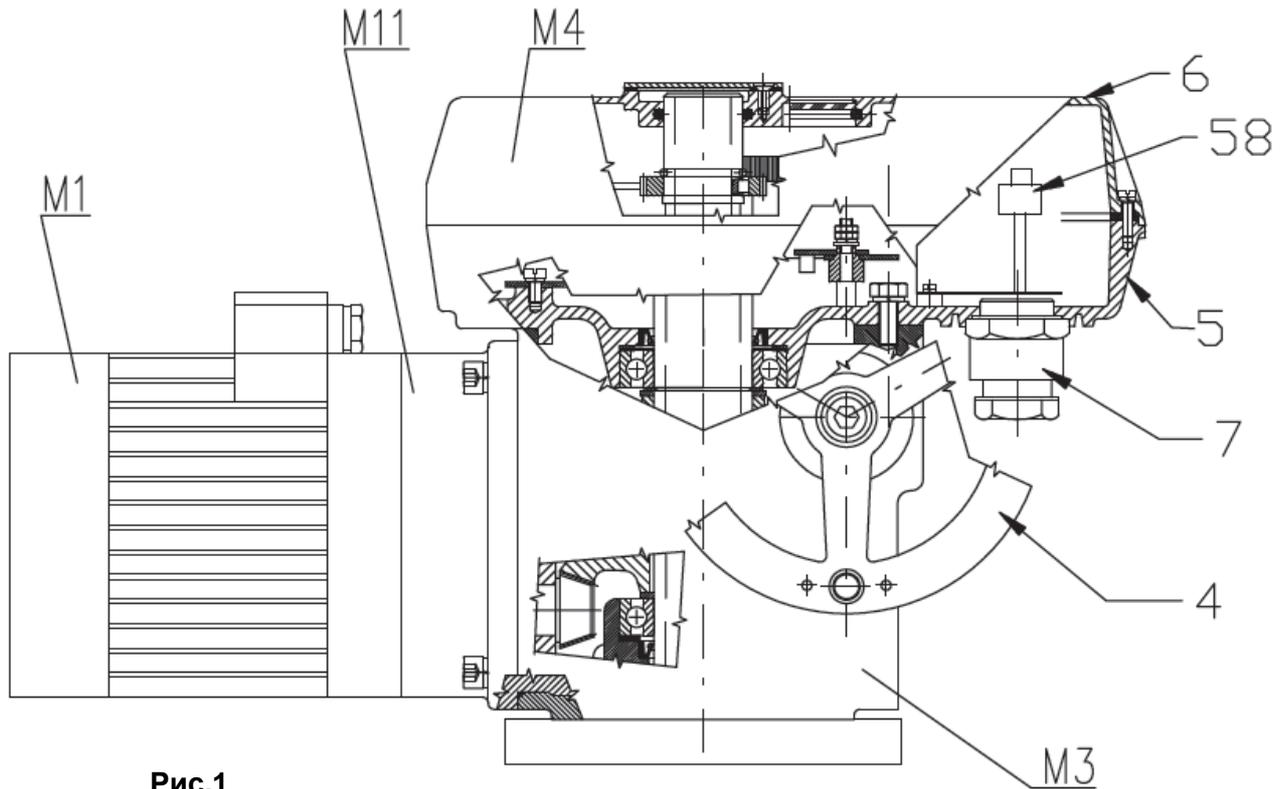
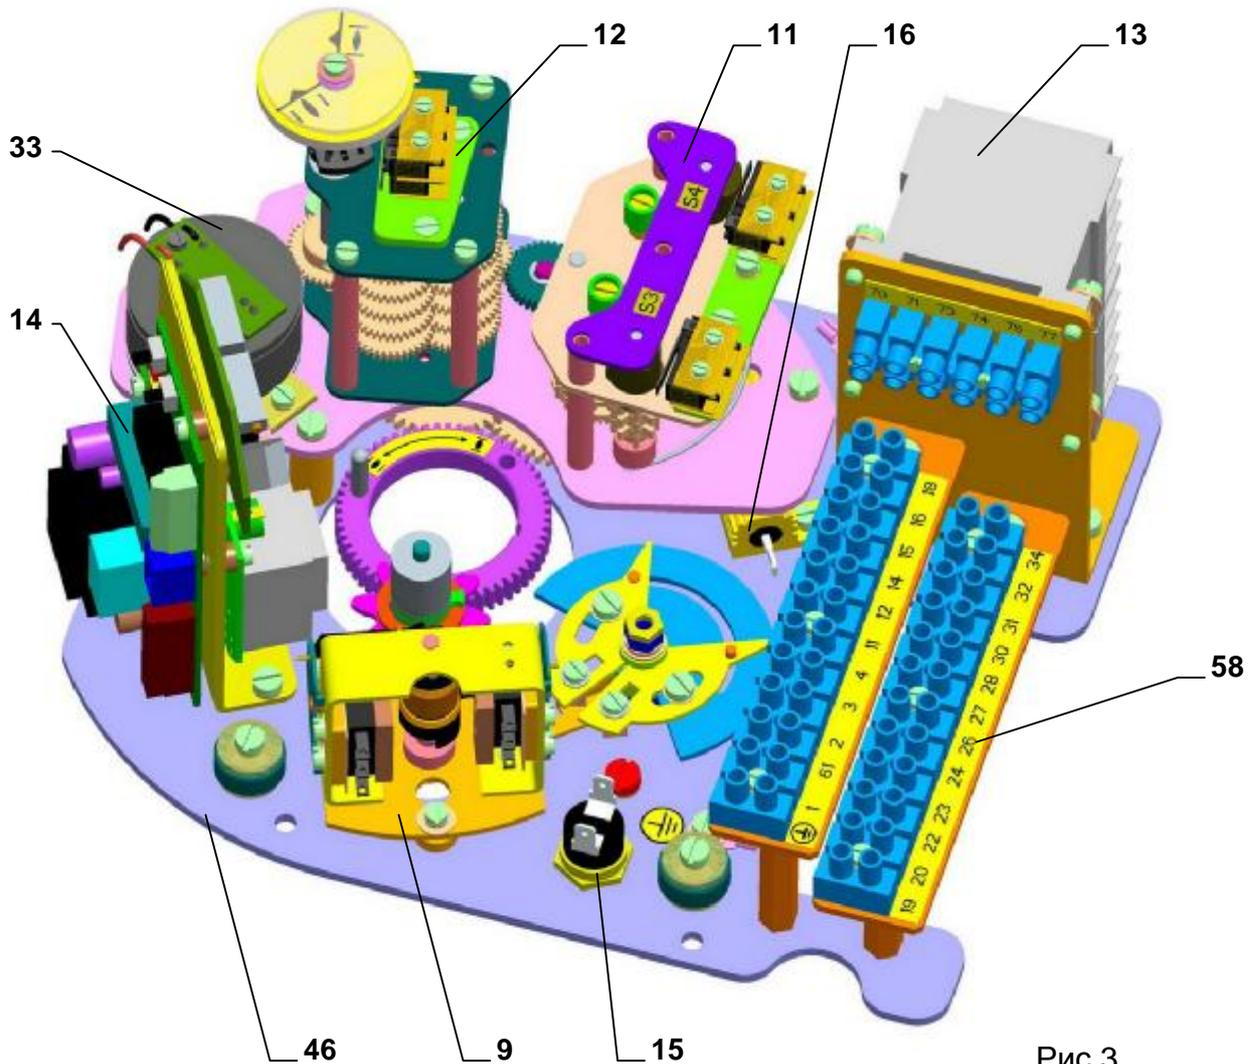

Рис.1
Рис.3
- ЭП должны быть установлены так, чтоб была возможность доступа к колесу управления вручную (4) (Рис.1), к кожуху шкафа управления (6), в шкаф управления (М4), к концевым втулкам (7).
ЭП **МО 4** многооборотные состоят из следующих модулей (рис.1):
Модуль М4 – коробка управления (Рис. 1), помещен в верхней части ЭП и создает самостоятельное функциональное целое. Верхнюю часть образует кожух коробки управления с смотровым отверстием указателя положения. Нижняя часть коробки управления включает шкаф силовой передачи и создает несущую часть передачи управляющей плиты (Рис.3).
- блок положения (11)
- блок сигнализации с передаточным звеном (12)
- блок моментного выключения (9)
- блок датчика (33) (для спецификации ЭП)
- нагревательное сопротивление (16) с термическим выключателем (15)
- регулятор положения (только для ЭП МО 4 с регулятором) (14)
- реверсивные контакторы (13) (для спецификации ЭП)
- электрическое включение через клеммные колодки (58), расположенное в коробке управления и кабельных концевых втулок (7)(рис.1), или конектора с кабельными концевыми втулками